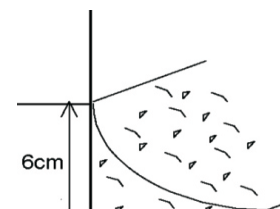

Fig. 4
6. Sandvall på insidan av poolen (bild 4)